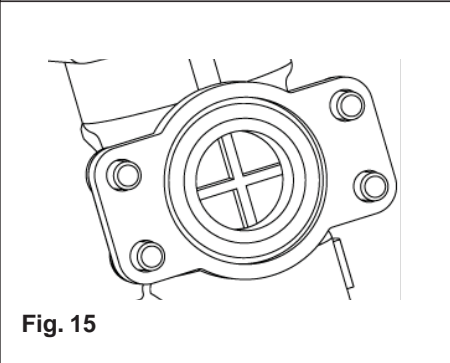
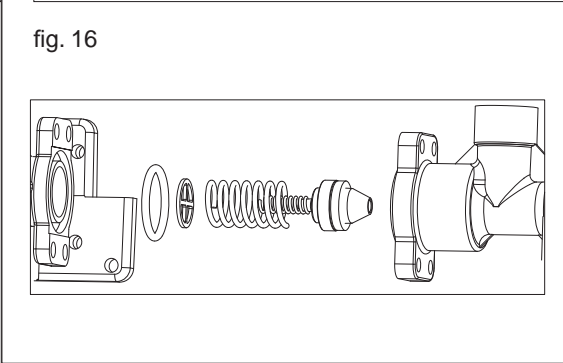

Fig. 15
fig. 16
- Inserire la valvola e la molla grande facendo attenzione al verso di inserimento (Fig. 16) e assicurarsi che il disco forato guida molla sia bene in posizione (Fig. 15)